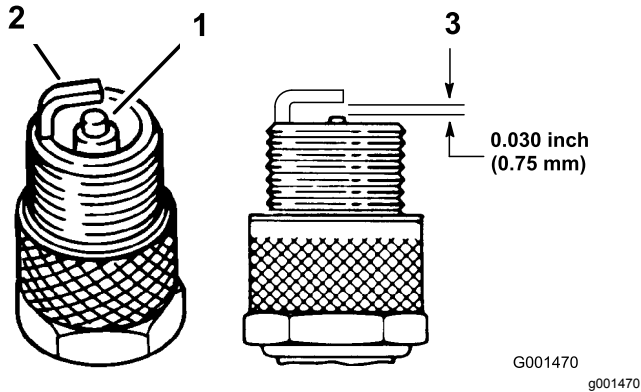

Figura 26
1. Mire la parte central de las bujías (Figura 26). Si se observa un color gris o marrón claro en el aislante, el motor está funcionando correctamente. Si el aislante tiene un recubrimiento negro, significa que el limpiador de aire está sucio.
2. Compruebe la separación entre los electrodos central y lateral (Figura 26). Si la distancia no es correcta, doble el electrodo lateral.